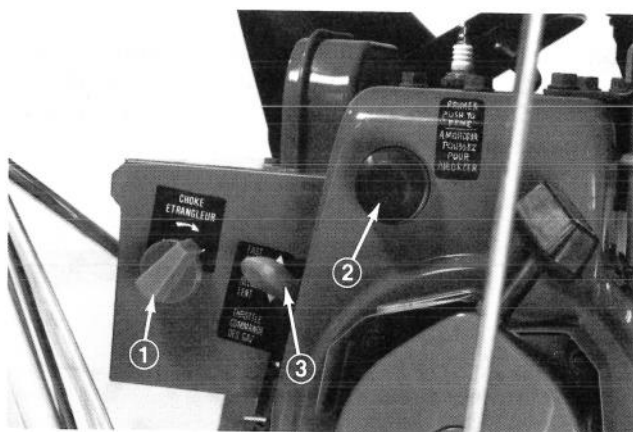

Figure 21
1. Mettez la commande des gaz en position RAPIDE (fast) (Fig. 21).
3. Tournez la manette de l'étrangleur à fond, dans le sens des aiguilles d'une montre, en position "FULL CHOKE" (Fig. 21).
5. Appuyez sur l'amorceur (Fig. 21) cinq fois.
7. Une fois le moteur en marche, tournez immédiatement la manette d'étrangleur (Fig. 21) aux